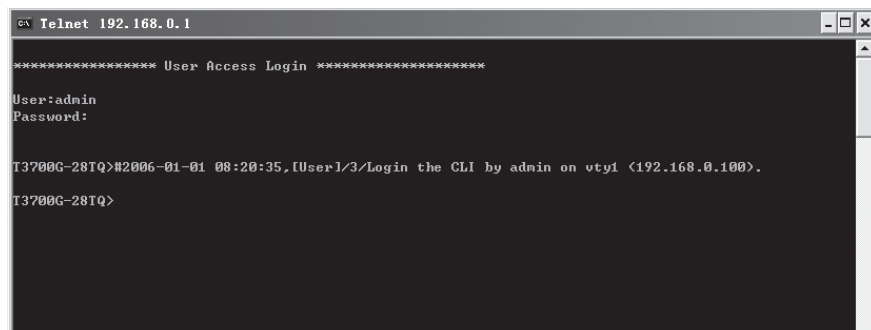

Рисунок 6-12 Вход в коммутатор
6. Введите Имя пользователя и Пароль (по умолчанию для каждого установлено значение admin) и нажмите клавишу Enter. Далее вы можете использовать интерфейс командной строки (см. рисунок 6-12).